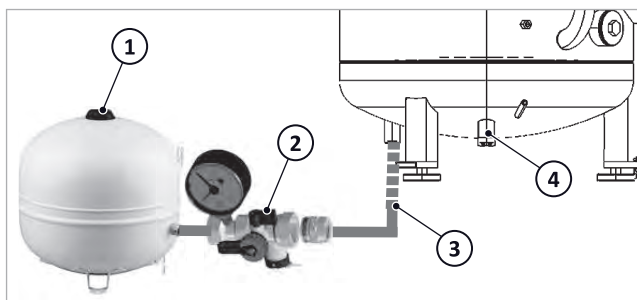

Fig. 3: MAG con gruppo di collegamento per SolvisBen
SolvisBen può essere ampliato con un impianto solare termico. Internamente dispone già di uno stratificatore solare → fig. 3 (4) per la stratificazione ottimale dell'energia termica solare nell'accumulatore, e di tutte le funzioni di regolazione per la regolazione del sistema in modalità solare.